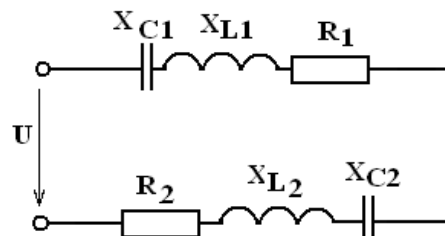

Рис.8.21
2. Напряжение на зажимах цепи, вариант которой соответствует последней цифре учебного шифра студента и изображенной на рис. 8.21, изменяется по закону  $u=U_m \sin \omega t$ . Амплитудное значение напряжения  $U_m$ , значения активных сопротивлений  $R_1$  и  $R_2$ , индуктивностей катушек  $L_1$  и  $L_2$ , емкостей конденсаторов  $C_1$  и  $C_2$  приведены в табл. 8.3. Частота питающего напряжения  $f=50\text{ Гц}$ .